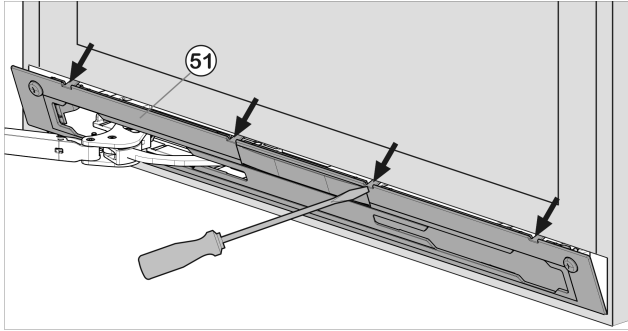

Fig. 18
- Desencape el panel Fig. 18 (1) con el destornillador para tornillos de cabeza ranurada y retírelo.